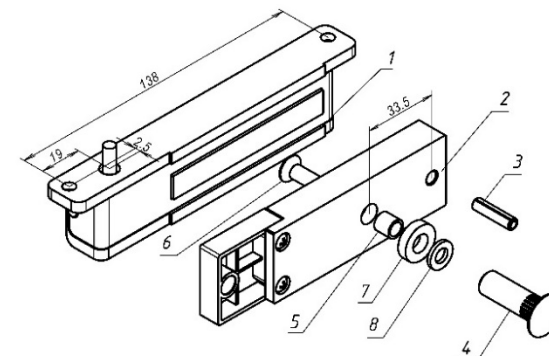

Рисунок 1
**3.1 Комплект поставки (рисунок 1):**
- корпус замка (1) - 1 шт.
- якорь (2) - 1 шт.
- штифт (3), втулка (4), втулка проходная (5), винт М6х35 (6), кольцо уплотнительное (7), шайба (8).